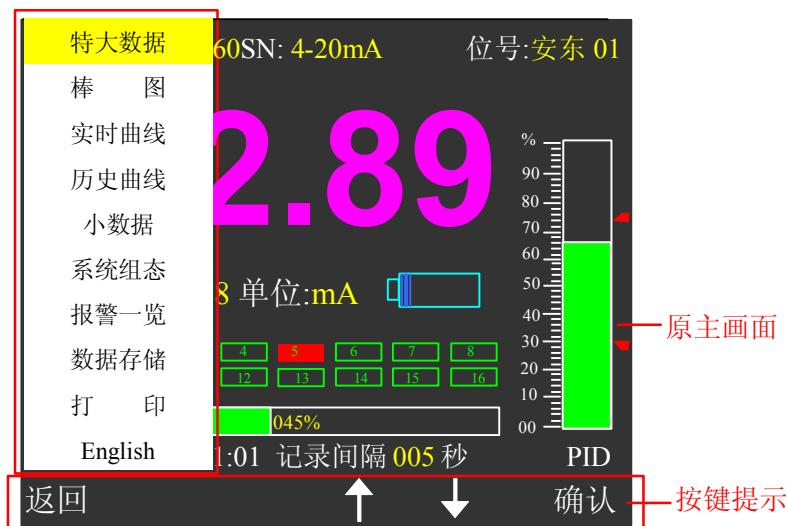

图 2.5 菜单画面
1、**进入下拉菜单画面：** 在特大数据、棒图、实时曲线、历史曲线、小数据、报警一览、打印的各个主画面下，按菜单键 （即 ESC 键），就会弹出如图 2.5 所示的菜单；